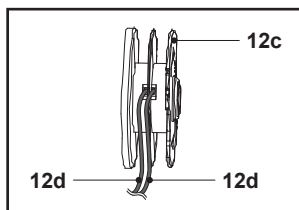

Fig. 27
5. Conduzca un extremo de los nuevos hilos de corte (12d) a través del ojal pequeño de la bobina de corte (12c) en la dirección que indican las flechas (Fig. 27).